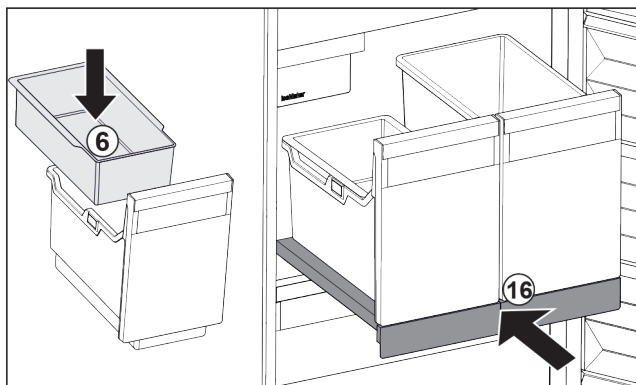

Fig. 30
- ▶ Inhangschaal Fig. 30 (6) voor ijsblokjes aanbrengen.
- ▶ Uitschuifplateau met bak (IceTower) er inschuiven. Fig. 30 (16)